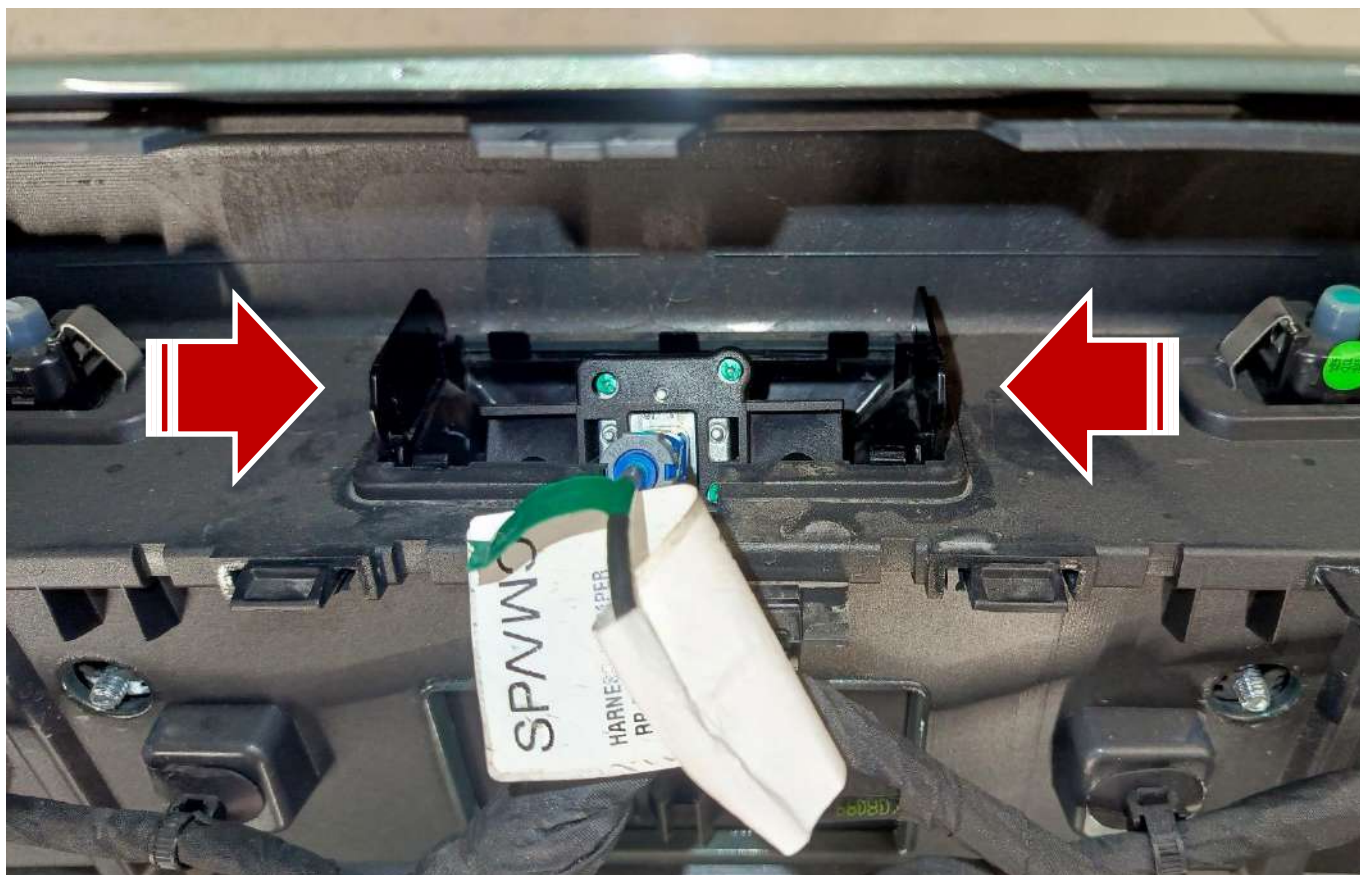

Рисунок 2
- демонтировать корпус с штатную камерой заднего вида, поджав защелки по краям (рис.2);